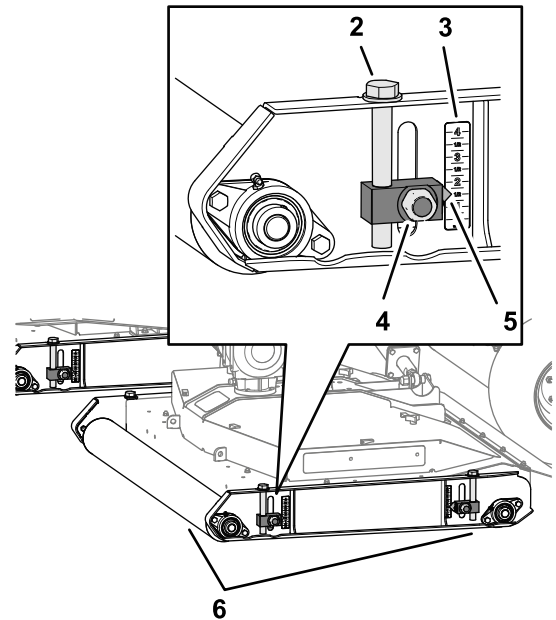

図 41
3. 刈高アジャスタ 図 41 4 個を固定しているロックナット 4 個をゆるめる。